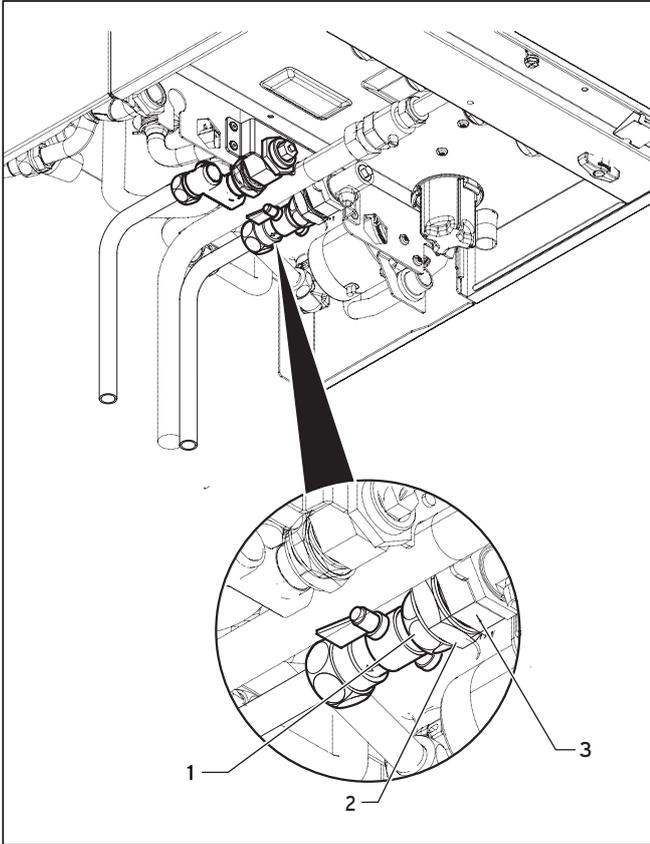

Abb. 8.1 Ausbau des Siebs im Kaltwassereingang
Die Verschraubung (3) befindet sich oberhalb vom Anschlussstutzen (2) und ist in Abb. 8.1 nicht sichtbar.
- Bauen Sie den Anschlussstutzen (2) vom Chassis ab.